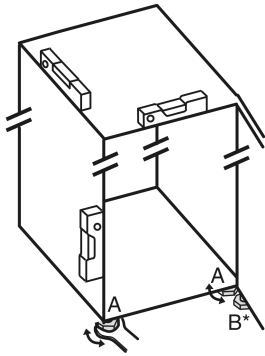

Fig. 5
- 用随附的开口扳手将垫脚 Fig. 5 (A)借助水平仪旋出，直至稳固、平坦对齐冰箱。
- 使用随附的开口扳手旋出托架上的垫脚 Fig. 5 (B)，直至垫脚平置于地板。
- 将垫脚 Fig. 5 (B)继续旋转 90°。